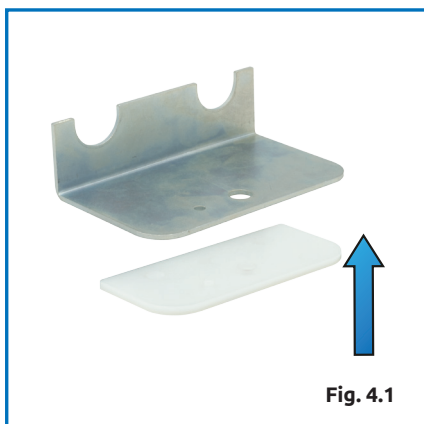

Fig. 4.1
1. **Inserte el soporte** antirruído en el interior del estribo (fig.4.1).